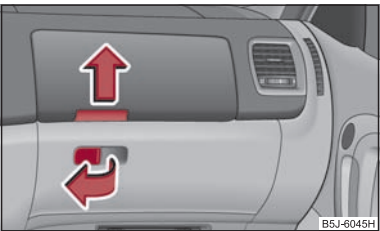

Fig. 79 Tableau de bord: Vide-poches sur le côté du passager AV
- Tirez la poignée du couvercle dans le sens de la flèche ⇒ fig. 79 et rabattez celui-ci.